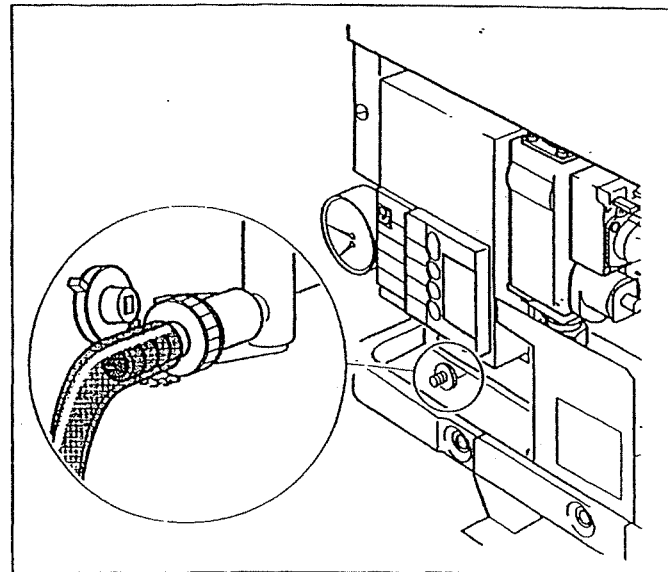

Fig. 32 Preimpostazione per la "misurazione della pressione del bruciatore"
- ◆ Tenere premuto il tasto di servizio (Fig. 32, punto 1) per circa 10 s (Display: "-Y").
- ◆ Mettere ad "1" il regolatore dell'acqua sanitaria (Fig. 32, punto 2).